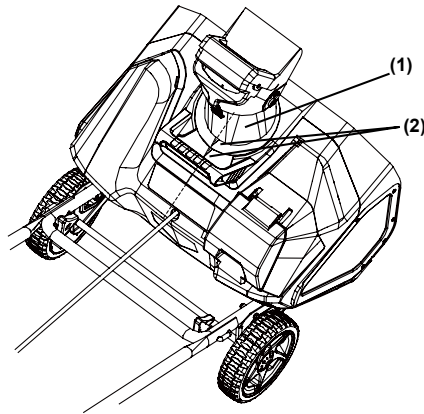

Fig. 4.1
- Coloque el canal de descarga (1) mirando hacia adelante.
NOTA: Alinee la flecha (2) del canal de descarga con la flecha de la carcasa. (Fig.4.1)